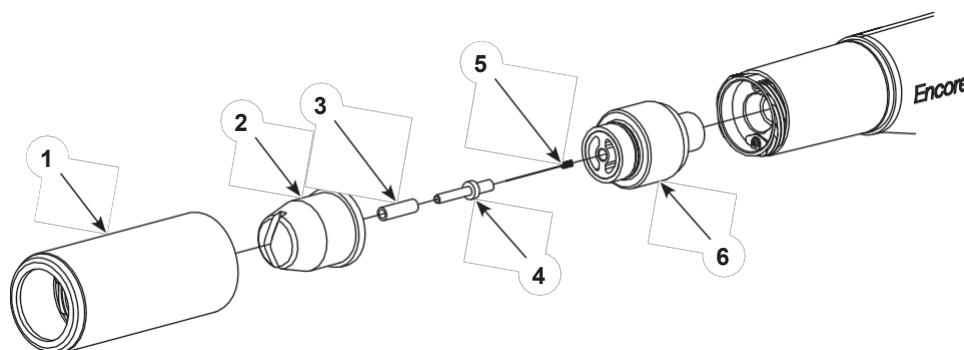

Figure 4-2 Nettoyage des buses de pulvérisation plates et d'angle de l'
1. Voir la figure 4-2. Dévisser l'écrou de la buse (1) dans le sens inverse des aiguilles d'une montre.
2. Retirez l'écrou de la buse (1) et la buse (2) du pistolet pulvérisateur. Retirez la buse de l'écrou et nettoyez les deux à l'aide d'air comprimé à basse pression et de chiffons propres. Remplacez-les s'ils sont usés ou endommagés.
4. Inspectez le manchon d'usure (3) et le support d'électrode (4). Si l'un ou l'autre est usé ou endommagé, remplacez-le par le kit de support d'électrode à pulvérisation plate.
- a. Dévissez le support d'électrode et le manchon de l'ensemble support d'électrode (6).
- a. Installez le nouveau manchon (3) sur le nouveau support d'électrode (4).
- b. Installez l'électrode (5) dans le nouveau support, puis vissez le support dans l'ensemble de support d'électrode (6).
6. Installez la buse (2) sur le support d'électrode (6), puis vissez l'écrou de la buse (1) sur le corps du pistolet pulvérisateur dans le sens des aiguilles d'une montre jusqu'à ce qu'il soit serré à la main.